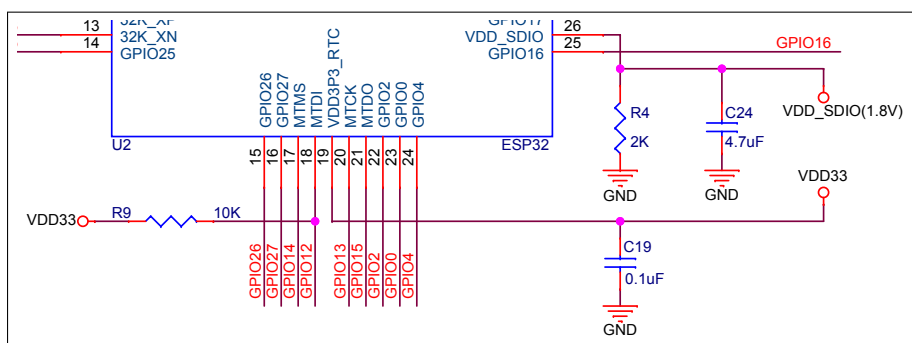

图 3: VDD\_SDIO 电源管脚电路 (1.8 V)
- 当 VDD\_SDIO 处于 1.8 V 模式时，由 ESP32 内部的 LDO 供电，能提供的最大电流为 40 mA，输出电压范围为 1.65 V ~ 2.0 V。当 VDD\_SDIO 输出为 1.8 V 时，建议在 VDD\_SDIO 管脚处添加 2 k $\Omega$  对地电阻及 4.7  $\mu$ F 对地电容，如图 3 所示。